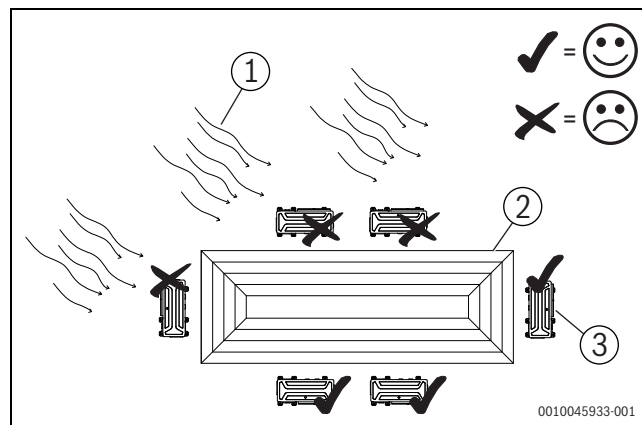

Bild 1
- ▶ Bei Aufstellung der Außeneinheit an einem Ort mit regelmäßig hohen Windgeschwindigkeiten, z. B. an der Küste oder auf hohen Gebäudedächern durch Windschutz oder -schacht einen normalen Lüfterbetrieb sicherstellen (Abb. 1)